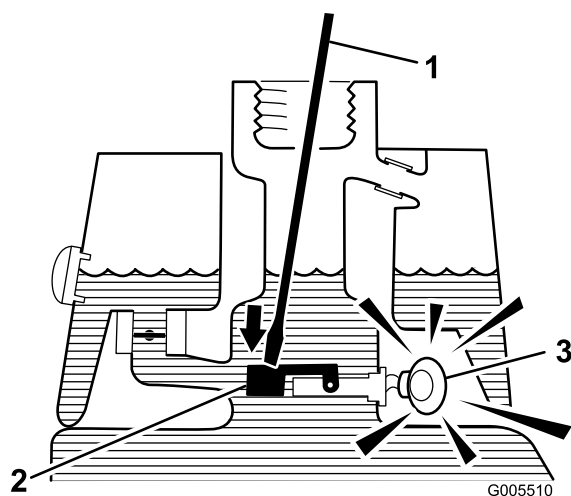

Figura 30
- Insira uma barra ou uma chave de parafusos no bocal do depósito e empurre com cuidado o comutador de bóia (Figura 30). O alarme deverá ser activado ao fim do período de desfasamento de um segundo.